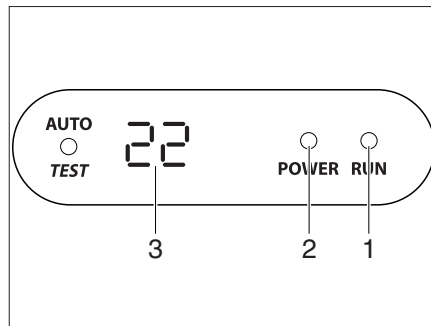

Fig. 306 Display sul diffusore
- Collegare il veicolo all'alimentazione a 230 V. L'impianto di climatizzazione è pronto a funzionare. Il LED (Fig. 306,2) sul display del diffusore si accende in rosso.
- Per attivare, premere il tasto di accensione/spegnimento (Fig. 305,2) del telecomando. Il LED (Fig. 306,1) è acceso in verde quando l'impianto di climatizzazione funziona in modalità di raffreddamento. Il LED (Fig. 306,1) è acceso in rosso quando l'impianto di climatizzazione funziona in modalità di riscaldamento.